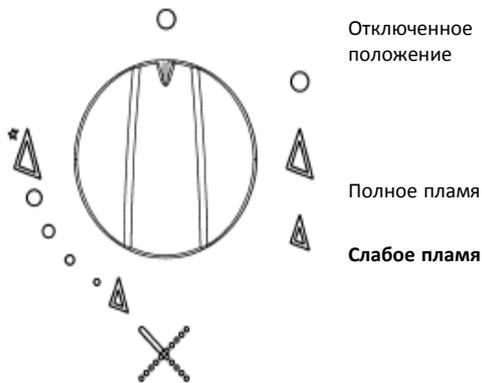

Рис.1
Нажмите и поворачивайте ручку, соответствующую нужной конфорке, влево, пока она не достигнет положения «Максимум» (большое пламя на рис.1) и до упора.
Ручки конфорок, снабженных устройством защиты от утечки газа, нужно вращать до положения «Максимум» (большое пламя на рис.1), а затем нажмите на нее до упора.
- Когда приготавливаемая пища начинает закипать, переведите ручку регулировки в положение «Минимум» (слабое пламя, рис.1)
- Конфорки с устройством защиты от утечки газа разрешается зажигать только в том случае, если соответствующая ручка установлена в положение «Максимум» (см. большое пламя на рис.1).